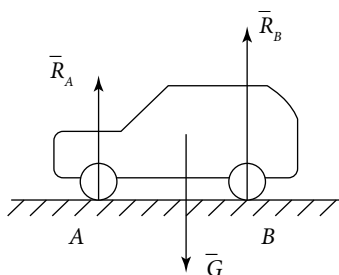

Рис. 23
1. Гладкая опорная поверхность, т. е. трение не учитывается (рис. 23).